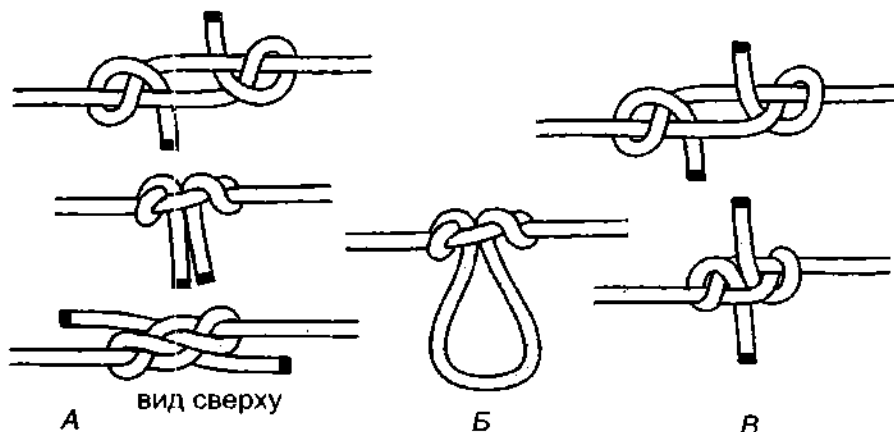

Рис. 771. **Упряжный узел**: А – ходовые концы выходят из очка с одной стороны; Б – **упряжная петля**; В – ходовые концы выходят с разных сторон.
**Упряжный узел** представляет собой улучшенный **пакетный узел** (рис. 771). У **упряжного узла** ходовые концы могут выходить с разных сторон или с одной стороны (рис. 771 А, В), от этого крепость узла не меняется. **Упряжный узел** используется в тех же случаях, что и **пакетный узел**.